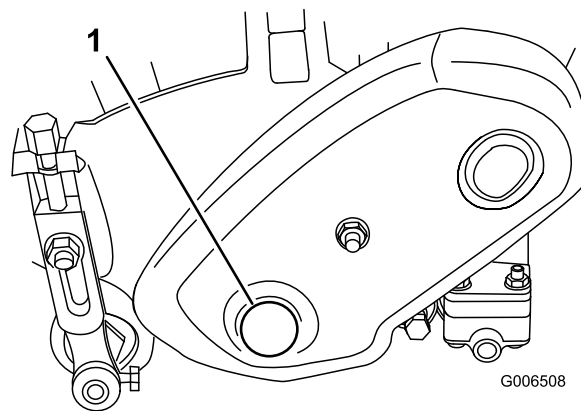

Figura 68
1. Togliete il tappo dal carter del comando del cilindro, a sinistra del gruppo cilindro (Figura 68)